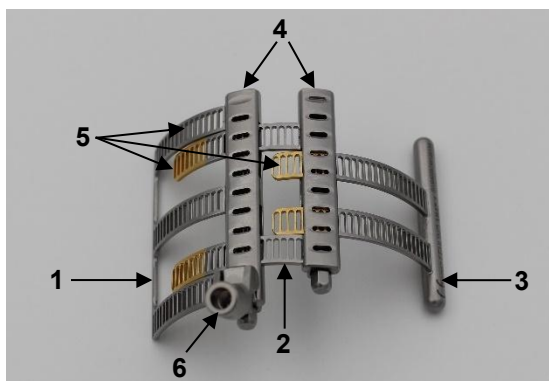

Fig. 1a: Lama Treede Maxposition
La lama Treede Maxposition regolabile in base alle dimensioni (Fig. 1a) è costituita da tre elementi di dimensioni diverse: Elemento di base (1), elemento primario (2) ed elemento secondario (3) (Fig. 1b). Un elemento è costituito da un modulo a scatola (4) e lama (5) (Fig. 1a).